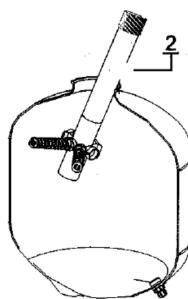

Fig. 12
1. Introducir el tubo con el cuerpo difusor en el interior del *filtro* en diagonal como en la Fig. 12 y sucesivamente montar las bujías en el cuerpo del difusor.